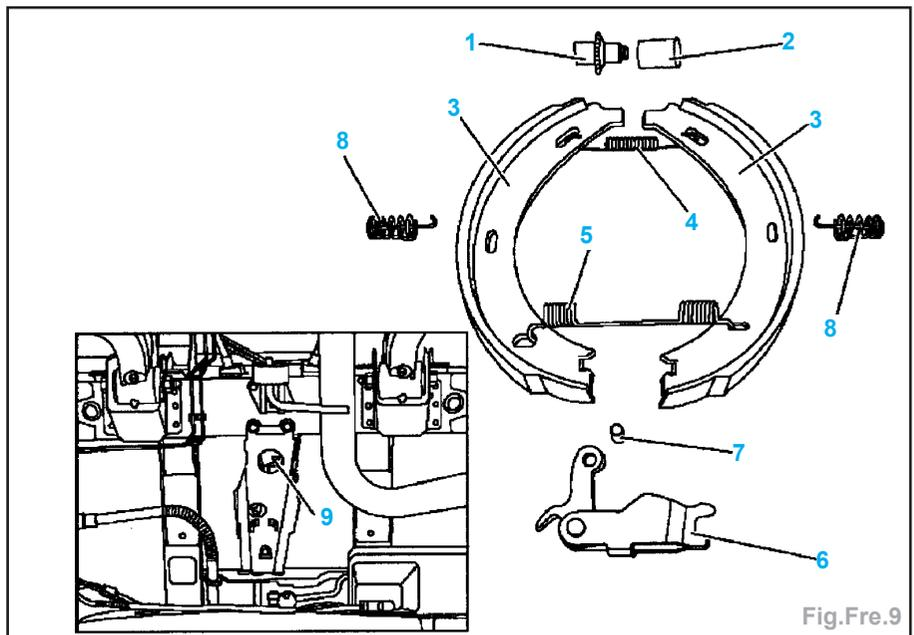

Fig.Fre.9
- Détendre les câbles de frein. Pour cela, desserrer la vis de réglage (9) (Fig.Fre.9).
- Décrocher le ressort de rappel (5) et les ressorts de pression (8).
- Déposer les segments de freins (3) avec la vis de réglage dentée (1) et le ressort de rappel (4).
- Déposer le dispositif d'écartement (6) du câble de frein.
- Graisser légèrement le dispositif d'écartement (6) et l'axe (7).